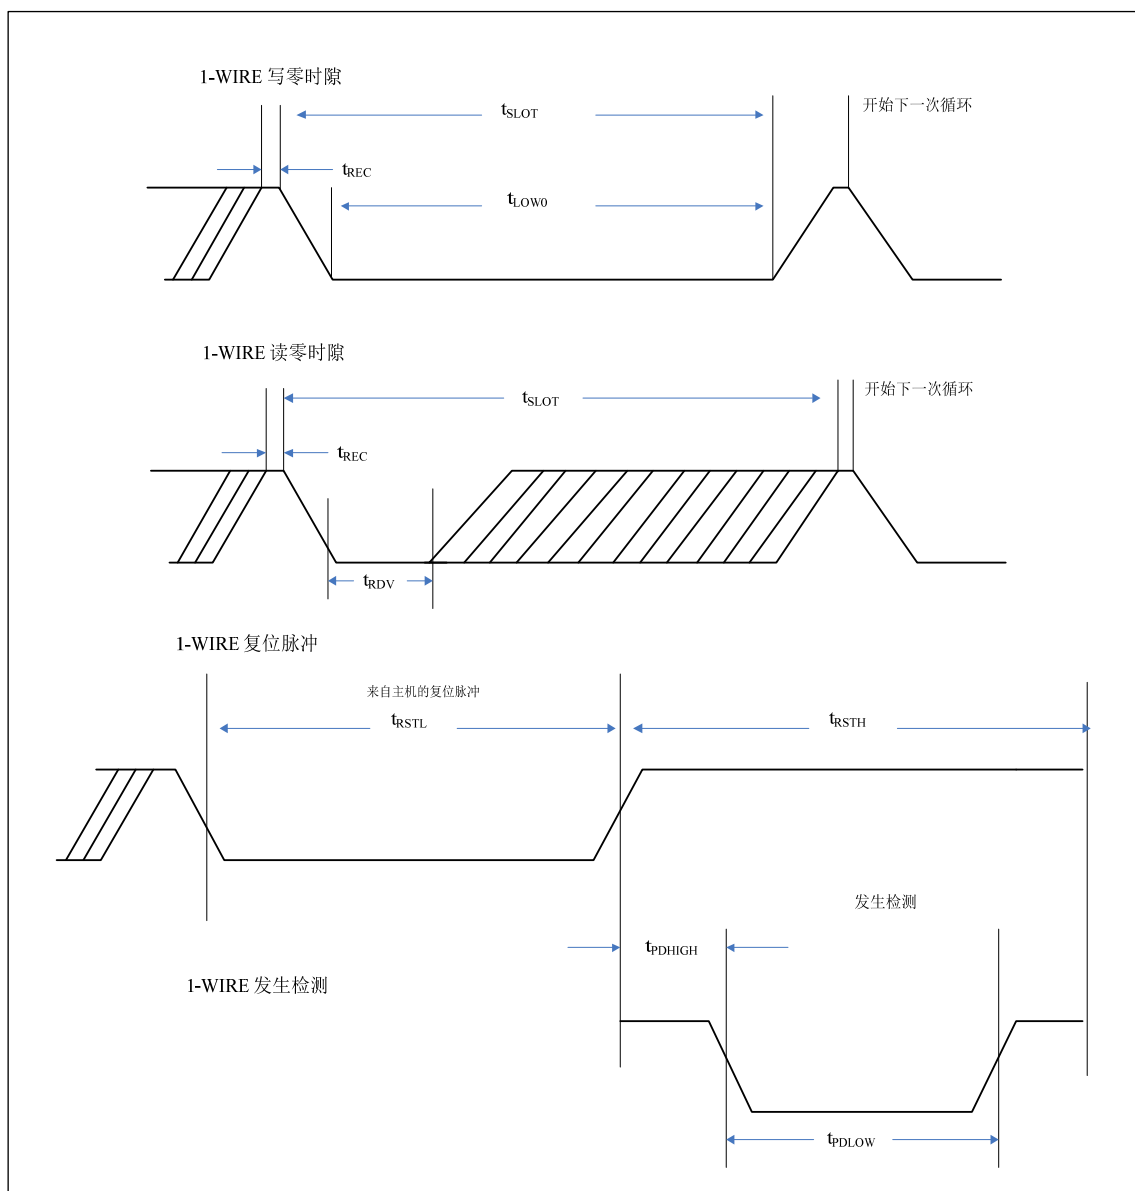

图10. 相关时序
SD5820A 的 DIO 管脚为开漏端口，方便跟不同电源的信号接口，需要外接上拉电阻，如图 10 所示。
1. 参考时序图见图 10。